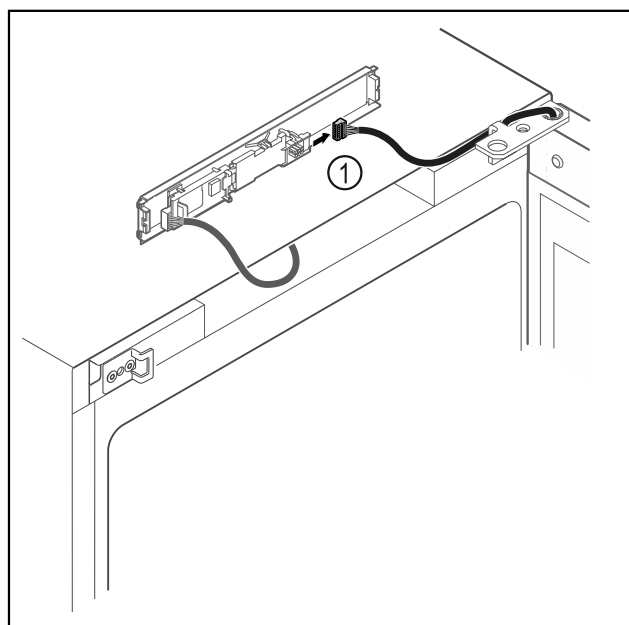

Fig. 10
- Débrancher le connecteur Fig. 10 (1) de la platine.